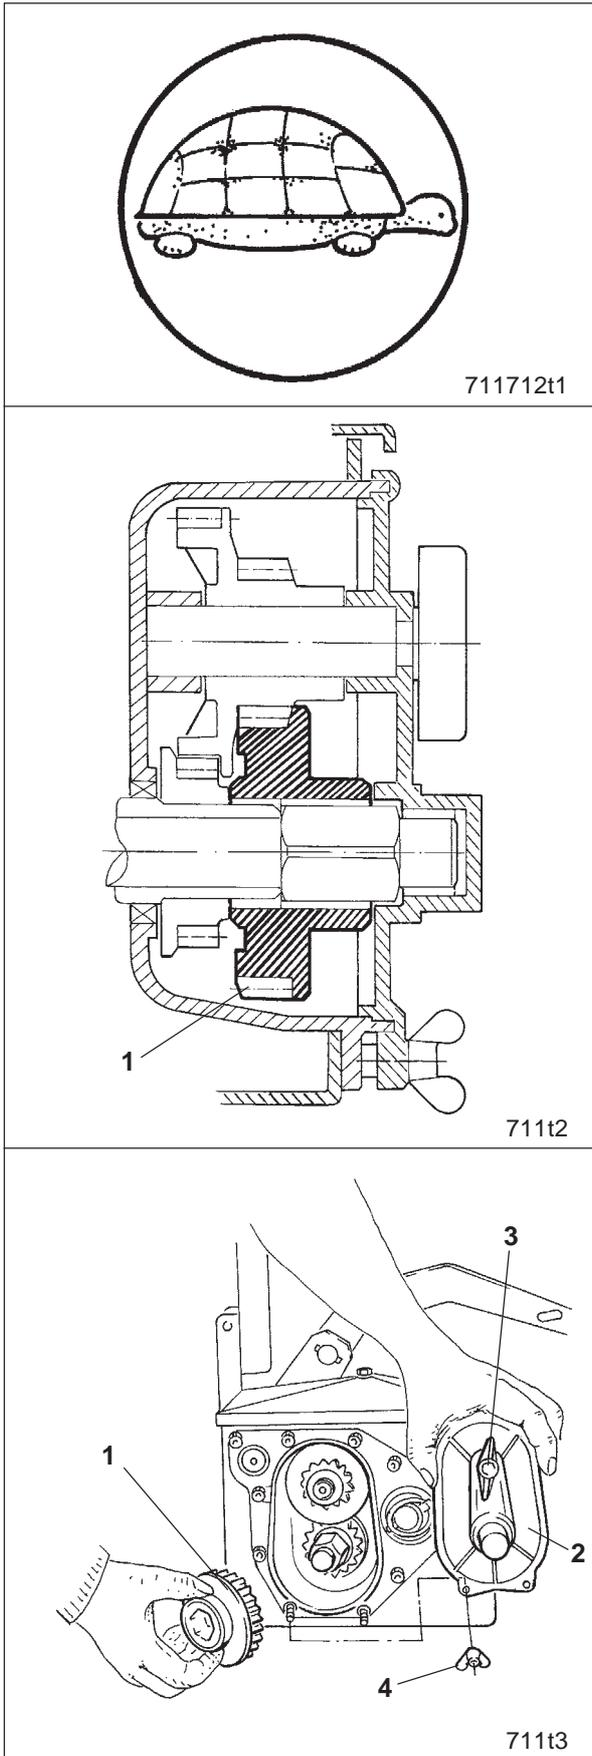

Fig. 16.10
(siehe Fig. 16.10)
- Deckel (Fig. 16.10/2) nach dem Lösen der Flügelschraube (Fig. 16.10/3) und der beiden Flügelmutter (Fig. 16.10/4) öffnen.
- im „**langsamen Gang**“ ist das Zahnrad (Fig. 16.10/1) mit dem zweiten Zahnrad im Eingriff
- Deckel (Fig. 16.10/2) verschließen.